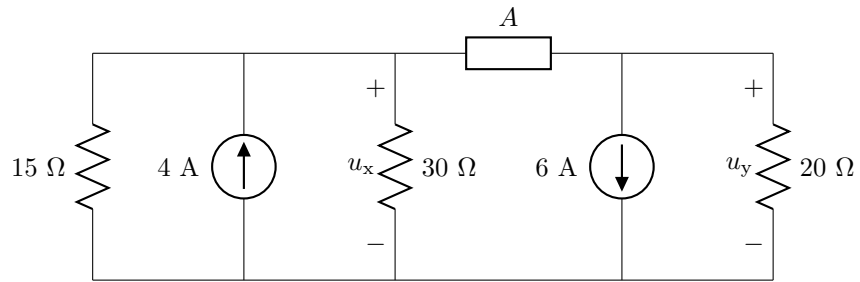

Figura 3.2: Circuito de los problemas 3 y 4.
3. En el circuito de la figura 3.2 utiliza el análisis de nodos para determinar  $u_x$  si el elemento A es: a) una resistencia de 25  $\Omega$ ; b) una fuente de corriente de 5 A con la flecha señalando hacia la derecha; c) una fuente de tensión de 10 V con la referencia positiva a la derecha; d) un cortocircuito.
4. En el circuito de la figura 3.2 utiliza el análisis de nodos para determinar  $u_y$  si el elemento A es: a) un circuito abierto; b) una resistencia de 10  $\Omega$  en serie con una fuente de tensión de 10 V con la referencia positiva a la derecha.